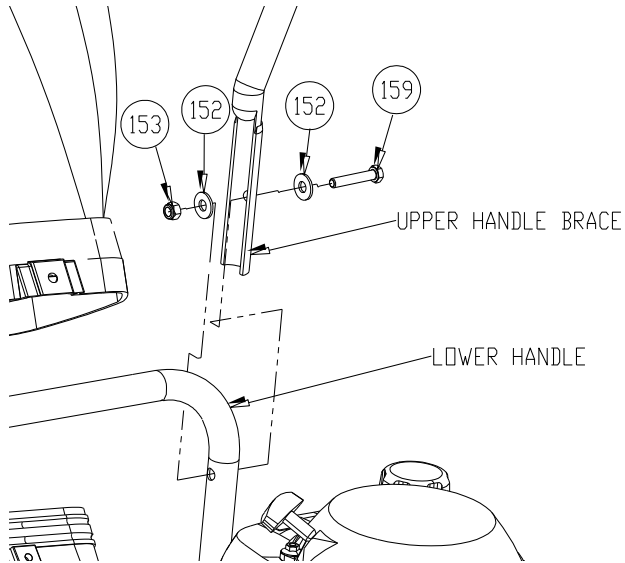

Fig. 3
4. Fastgør den øverste bøjle på styret til det nederste styr ved hjælp af den passende hardware. Gentag herefter processen på modsatte side. (Se fig. 3 på næste side)